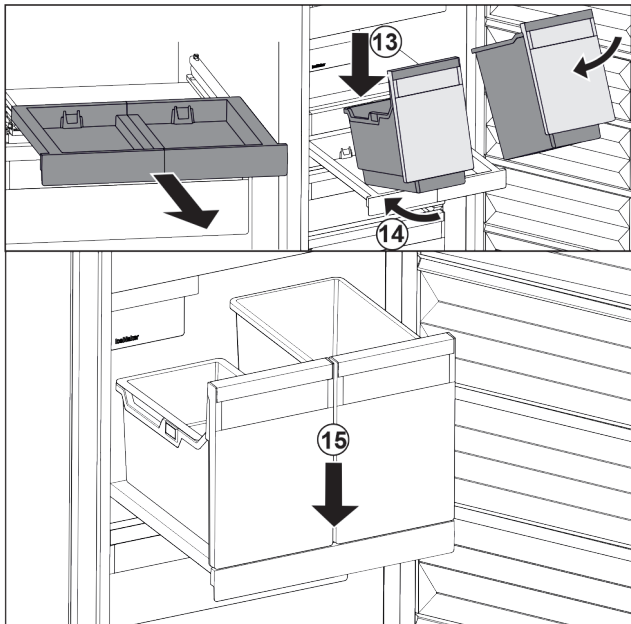

Fig. 35
- ▶ Behälter schräg auf das Auszugsbord aufsetzen. Fig. 35 (13)
- ▶ Behälter schräg nach hinten einschieben. Fig. 35 (14)
- ▶ Behälter vorne absetzen. Fig. 35 (15)